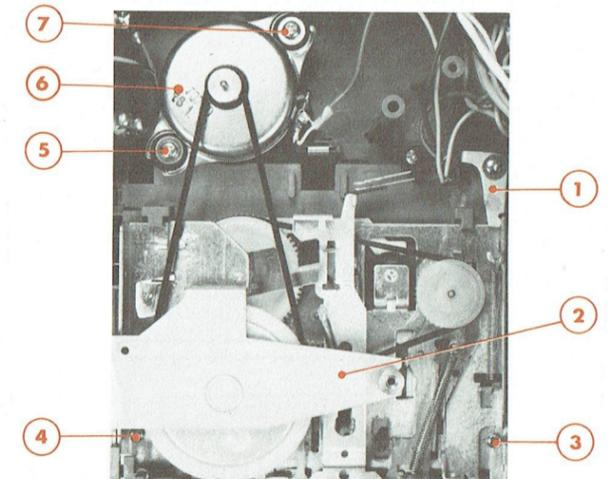

Fig. 3
E - DEPOSE DE LA PLATINE MECANIQUE (Fig. 3)
- 2° - Dévisser et enlever les vis (3) et (4).
- 3° - Déposer la platine mécanique (2).
Nota : Lors du remontage veiller à placer le levier de sécurité d'enregistrement (1) dans sa position initiale comme sur la figure 3.
F - DEPOSE DU MOTEUR (Fig. 3)